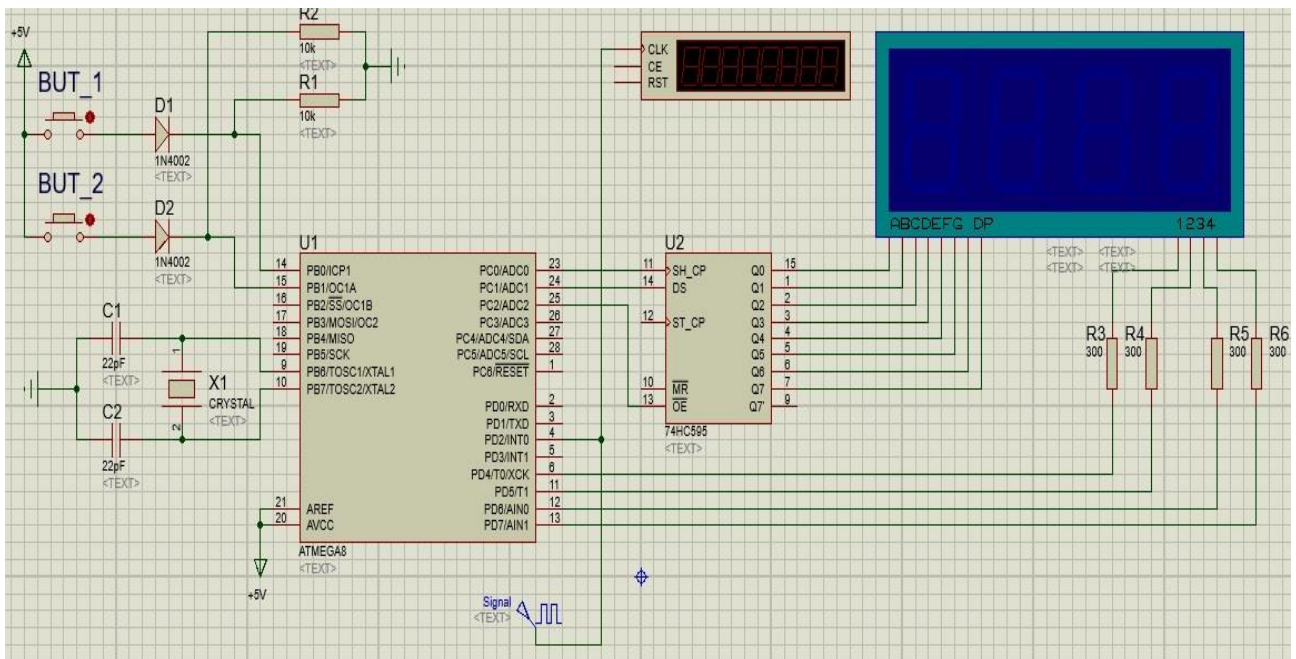

Рис. 4.5. Приклад створеної електричної схеми та розташування компонентів, обраних з бази
Розглянемо як, використовуючи зовнішні переривання МК AVR та регістр зсуву, можна реалізувати схему для вимірювання частоти сигналу. Для прикладу використаємо мікроконтролер ATmega8, регістр 74HC595, а також генератор сигналу та індикатор лічильника у системі Proteus (рис. 4.5). Припустимо, що на один із входів МК, який відповідає за обробку ЗП (наприклад INT0), подається постійно пульсуючий сигнал з певною частотою. Якщо налаштувати вхід INT0 на перемикання по зростаючому фронту (Rising Edge), то з періодом сигналу T при появі кожного нового імпульсу в МК буде викликатись зовнішнє переривання. Як наслідок, якщо вести постійний підрахунок кількості переривань за секунду, можна визначити і частоту вхідного сигналу.
2. Розмістити обрані компоненти на робочому полі, з'єднати їх провідниками та задати робочі параметри (у відповідності до індивідуального завдання) для подальшого моделювання схеми. Місце розташування компонентів на схемі обирається студентом самостійно. Приклад схеми наведено на рис. 4.5.
3. Після збереження проекту у основному вікні (яке відкриється програмою CodeVisionAVR автоматично) написати програмний код, який би забезпечував виконання наступних умов (див. рис. 4.5):
5. Імпортувати згенерований «*.cof» файл до МК «U1» та задати параметри вхідного сигналу (на рис. 4.5 позначено як «Signal») і робочу частоту МК (у відповідності до номеру варіанту в табл. 4.1). Для цього обрати у вкладці «CKSEL Fuses» параметр «Ext.RC» у діапазоні, на якому працює кварцовий генератор, що використаний у схемі. Після цього вказати конкретне значення робочої частоти МК у полі «Clock Frequency» замість фрази «Default».